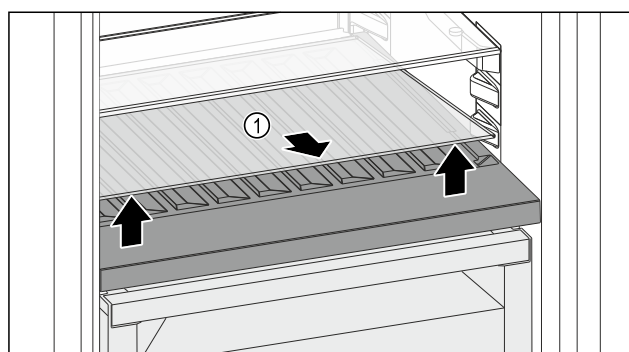

Fig. 144
- Glasplatte Fig. 144 (1) an der Aussparung vorne anheben und herausnehmen.
- Glasplatte Fig. 144 (1) außerhalb des Geräts sicher aufbewahren.